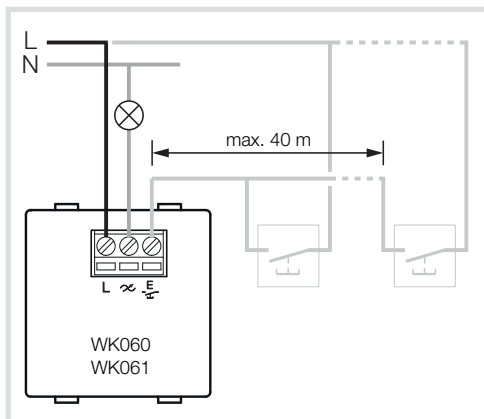

Figure 5 : raccordement électrique avec bouton-poussoir et contact normalement ouvert comme postes secondaires (optionnel)
- Raccorder le variateur rotatif/à poussoir (1) et les boutons poussoirs secondaires en option, conformément au schéma de la figure 5.
• Mettre en place la plaque (2), l'enjoliveur (3) et le bouton-poussoir/bouton rotatif (4).